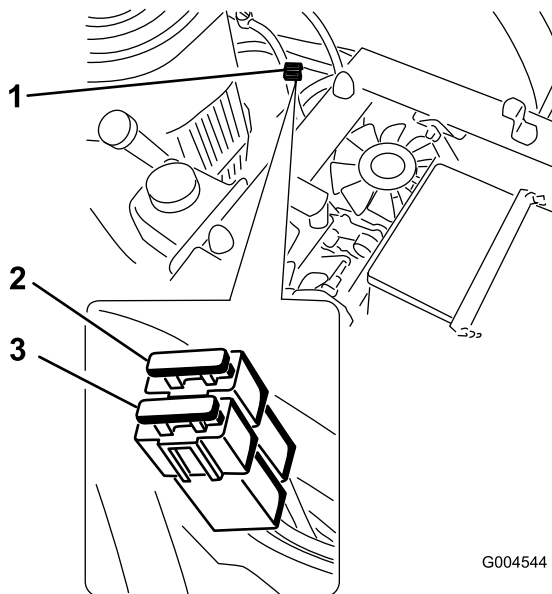

Figura 38
1. Levante el asiento para tener acceso al portafusibles, en el lado izquierdo de la máquina (Figura 38).
3. Instale un fusible nuevo (Figura 38).